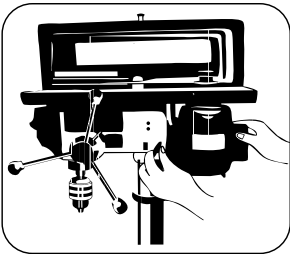

FIGURA 8.14
- Cuando sea alcanzada la tensión deseada, fije la traba de tensión de la correa (Figura 8.14).